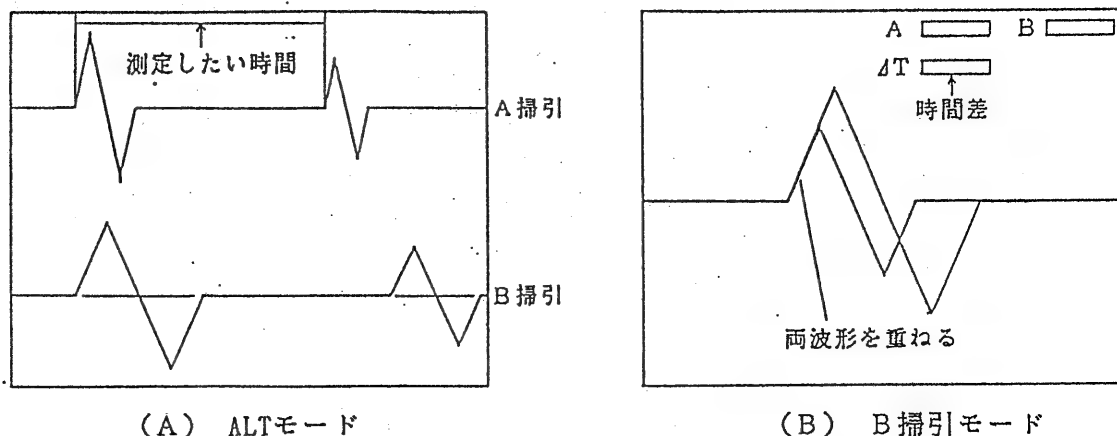

図 4-7 遅延掃引による時間差測定
2. HORIZ MODE ⑤ を ALT モードに設定し B TRIG モードは解除した連続遅延モードにします。
3. CURSOR SW ⑪ を ΔT に合わせます。この時、管面には 2 ケ所の輝度変調部分をもった A 掃引波形と、2 つの遅延 B 掃引波形が現われます。(図 4-7 (A) 参照)
4. リードアウトコントロール ⑬ により、2 ケ所の輝度変調部分をそれぞれ測定しようとする部分に移動します。
6. リードアウトコントロール ⑬ を再度調節し、2 つの遅延 B 掃引波形上の時間差を測定しようとする測定点を重ね合わせます。(図 4-7 (B) 参照)